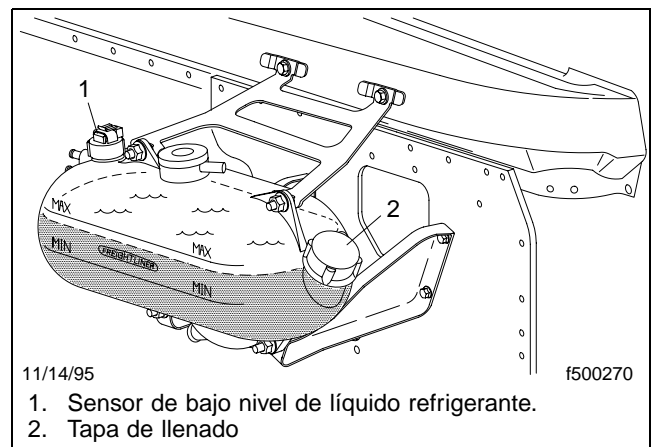

Figura 11.3, Revisión del nivel de líquido refrigerante
6. Revise el nivel de líquido refrigerante en el tanque de compensación. Vea la **Figura 11.3**. Si el líquido refrigerante está bajo, revise el nivel de protección del anticongelante. Si es adecuada la protección, agregue una mezcla de 50% de agua y 50% de un anticongelante con todos los aditivos necesarios, o su equivalente. Si se necesita protección adicional, agregue anticongelante sin diluir. Llene el tanque de compensación con líquido refrigerante hasta la línea "MAX".